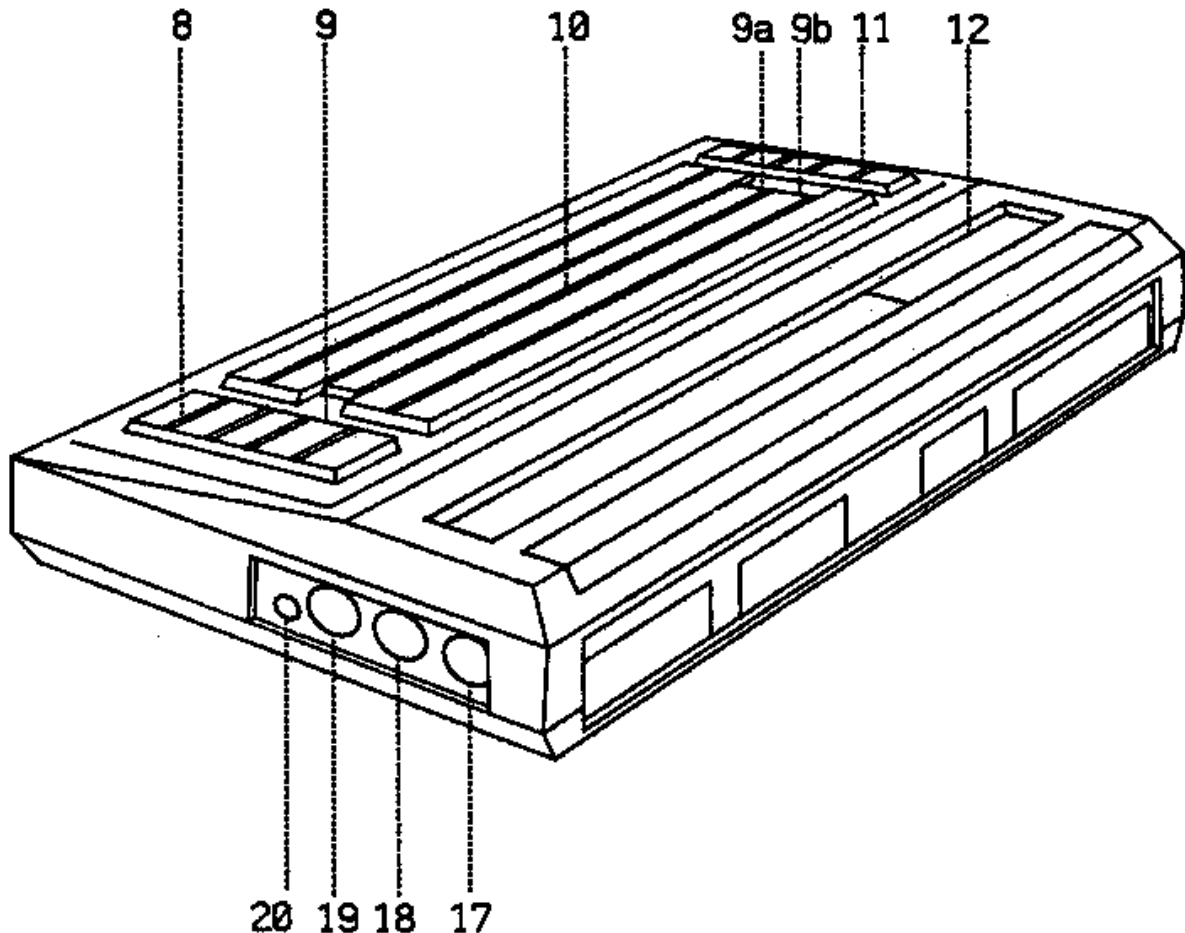

Bild 2
Zum COMPUTERGRUNDGERÄT **robotron K 1505** (Bild 2) gehören die Tastatur (8), (19), (11), die Spannungskontrollanzeige (9), die LED-Anzeige gelb (9a) für Groß- und Kleinschreibung mit der CAPS-LOCK-Taste (s. Abschnitt 4.1), die LED-Anzeige grün (9b) der automatischen KMBG-Motorsteuerung (siehe Abschnitt 4.4), die RESET-Taste (20) und die Anschlüsse (12), (17), (18), (19) für periphere Geräte.